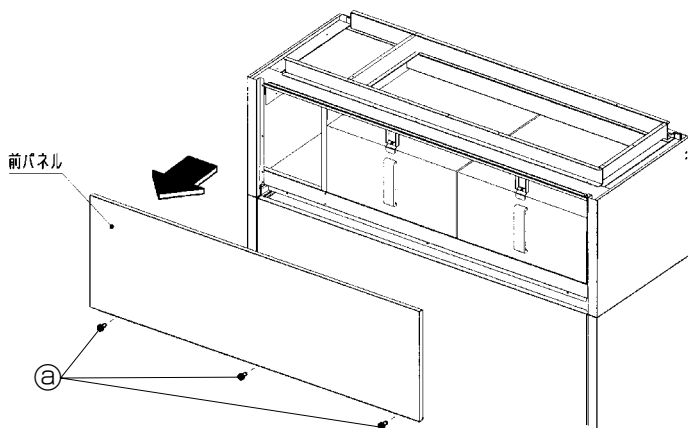

図1
※中・高性能フィルターボックス(別売)組込みの場合、固定ネジ⑩各3本を外し、前パネルを取外してください。(図1)